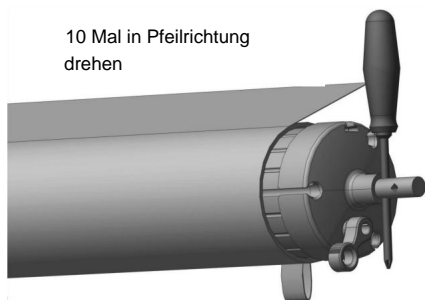

Abbildung E1
1. Schwaches Aufwickeln der Markisenrolle: Überprüfen Sie, ob die Torsionsfeder der Rolle Kraft freigibt. Die Aufwärtskraftmethode der Rollenfeder besteht darin, einen Schraubendreher mit 6 mm Durchmesser in das Stahlwellenloch am Ende der Rolle einzuführen, ihn 10-13 Mal in die durch die Endabdeckung angegebene Aufwärtskraftrichtung zu drehen, dann den Sicherheitsstift einzusetzen und die Rolle wieder in die Stützstange einzubauen. (Abbildung E1)